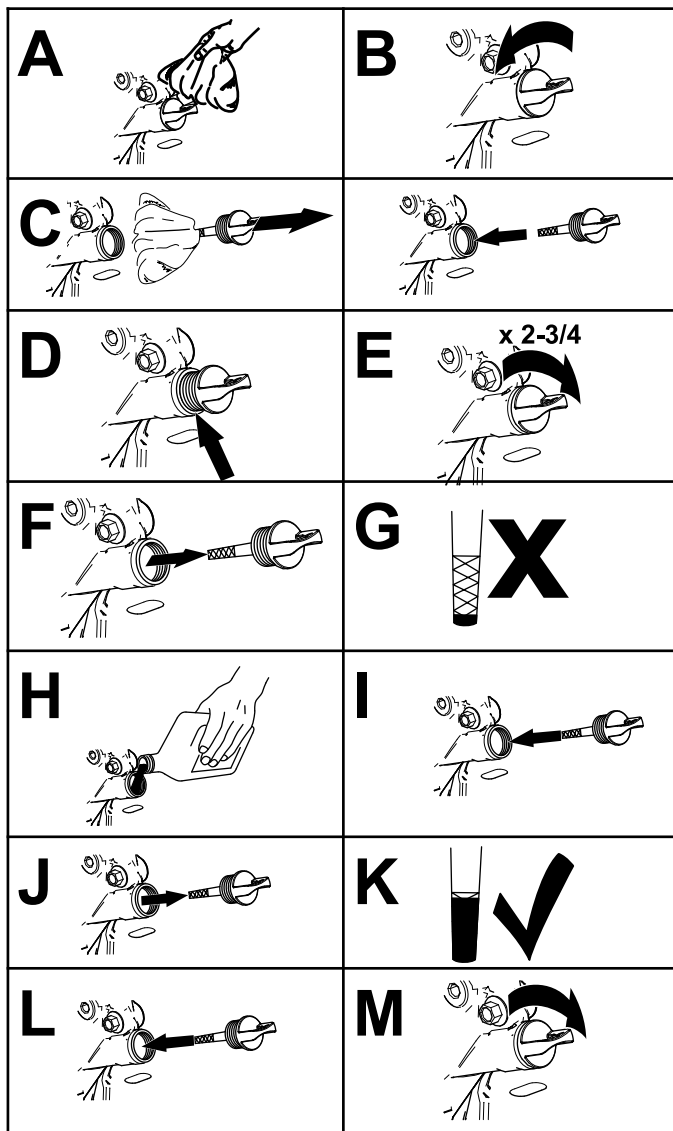

Figura 36
4. Compruebe el nivel de aceite del motor, según se muestra en Figura 36.